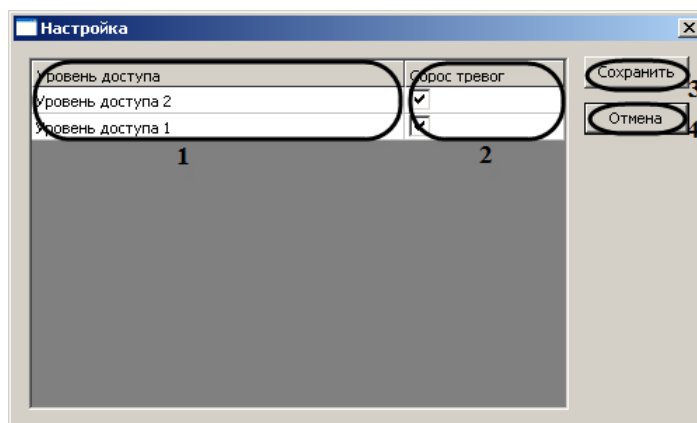

Рис. 3.7—10 Настройка уровней доступа
Примечание. В столбце **Уровень доступа** отображаются уровни доступа, созданных в программном комплексе ACFA Intellect (см. Рис. 3.7—10, 1).
3. Для разрешения сброса тревоги в охранной зоне, пользователю с определенным уровнем доступа, необходимо установить флажок в соответствующей ячейке столбца **Сброс тревог** (см. Рис. 3.7—10, 2).